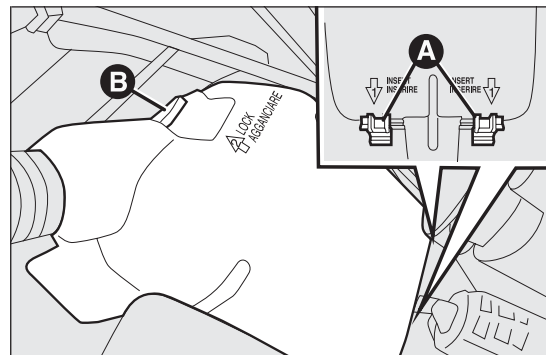

fig. 170
- introducir los dos enganches A fig. 170 en los alojamientos correspondientes ubicados en la caja de fusibles;